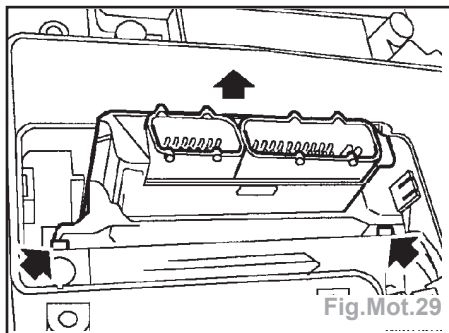

Fig.Mot.29
- Dégager les 2 attaches et déposer l'ECM (Fig.Mot.29).